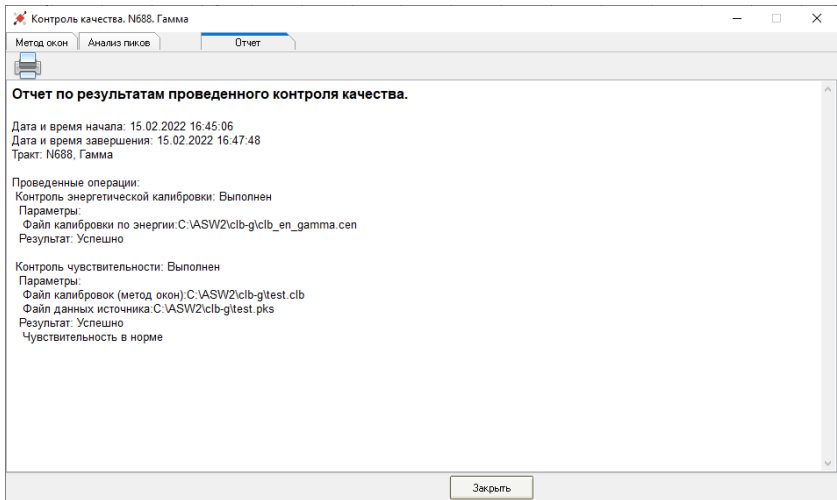

Рисунок 6. Результат проведения процедуры контроля качества по шаблону «гамма(калибровка)».
- По окончании процедуры контроля качества программа выедет на экран отчет по результатам (рисунок 6).